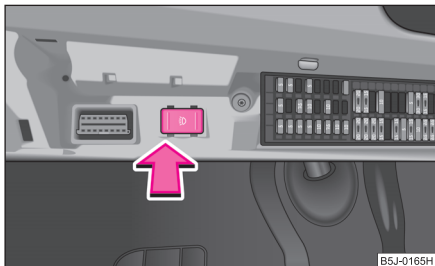

Fig. 34 Comparimentul siguranțelor: Întrerupătorul pentru lumina de zi
- Cuplați întrerupătorul pentru lumina de zi ⇒ fig. 34.
- Decuplați întrerupătorul pentru lumina de zi ⇒ fig. 34.